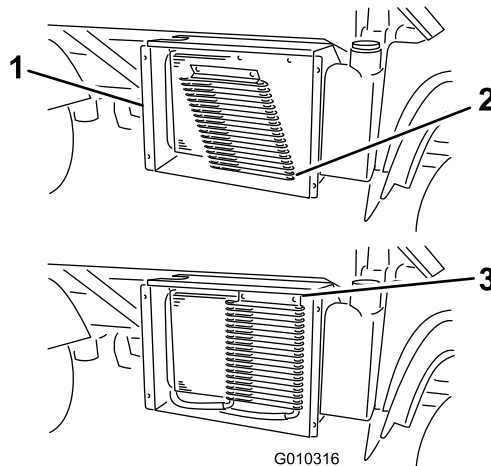

Figura 59
3. Si está instalado, abra los cierres y gire el enfriador de aceite, separándolo del radiador (Figura 59).